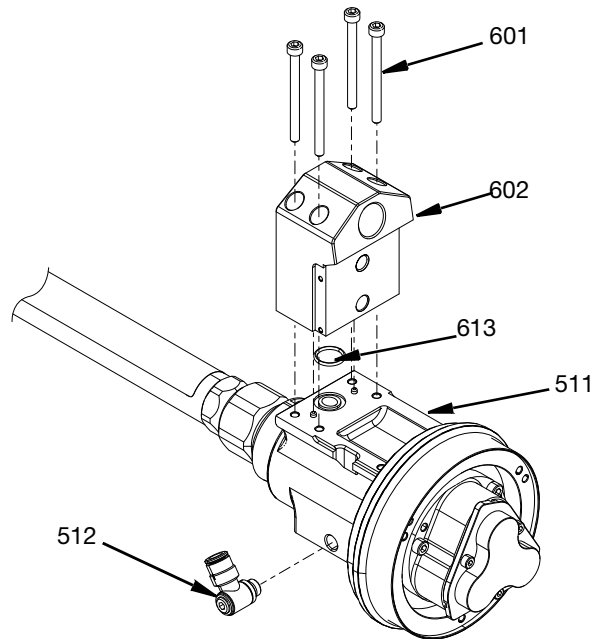

FIG. 35
1. Appliquez une fine couche de graisse au lithium sur le joint torique (613) et placez-le sur le boîtier pivotant (511). Localisez l'adaptateur d'entrée simple SST (602) sur les goupilles de goujon et placez-le sur le boîtier pivotant (511). Appliquez un antigrippant sur les quatre vis SHCS M5 (601) et serrez au couple de 6,5 N•m.
2. Appliquez une fine couche de graisse au lithium sur le joint du raccord coudé 1/8 po. BSPP (512). Voir FIG. 35.